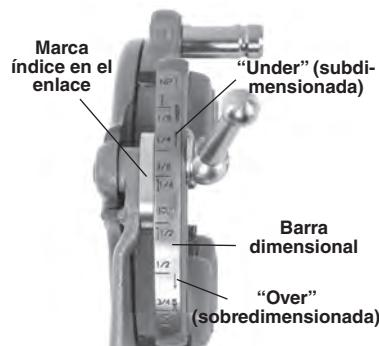

Figura 12 – Ajuste del tamaño de la rosca
- Empiece con la marca índice de la conexión alineada con la marca del tamaño deseado en la barra dimensional. Si se trata de cabezales para pernos, fije la marca del enlace para alinearla con la línea en la barra dimensional. Para roscar pernos, coloque todas las terrajas para pernos alineadas con la línea BOLT (perno) en la barra dimensional (Figura 12).